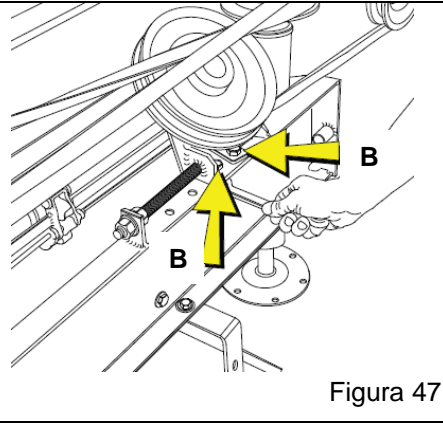
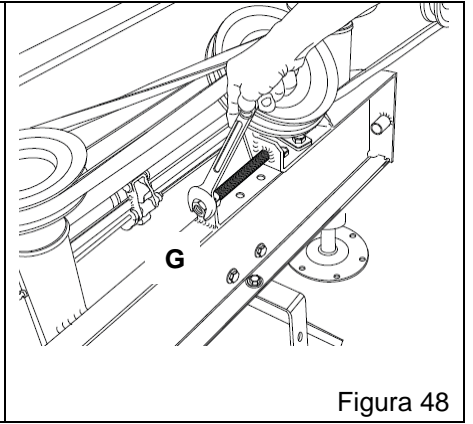

Figura 47
Figura 48
- b) Solte o parafuso "B" (Figura 47) que fixa o esticador de correia para que o mesmo fique livre e possa deslizar o furo oblongo sobre o suporte, aliviando a tensão da correia existente (danificada) – Figura 48;
- i) Posicione o parafuso "B" (Figura 47) de fixação do esticador da correia, efetuando uma leve tensão da correia;
- j) Ajuste a tensão da correia através do parafuso tensor "G" (Figura 48) até que a correia fique levemente esticada;
- k) Fixe a seguir o esticador através do parafuso "B" (Figura 47).